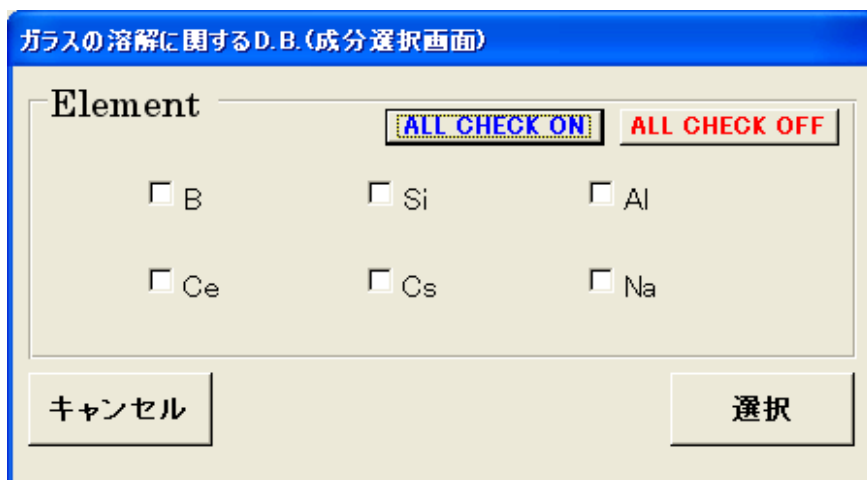

Fig.8 成分選択画面
**成分選択**ボタンをクリックすると、成分選択画面 (Fig.8) が表示される。ここで検索したい成分を選択して、**選択**ボタンをクリックすると、検索画面 (Fig.2) に選択した Element が表示される。成分の選択は複数可能である。Element を変更する場合は、再度、**成分選択**ボタンをクリックし、同様の操作を行う。
検索できる成分は、成分選択画面 (Fig.8) に表示される成分のみとなる。また、検索画面 (Fig.2) への成分の直接入力も可能とする。